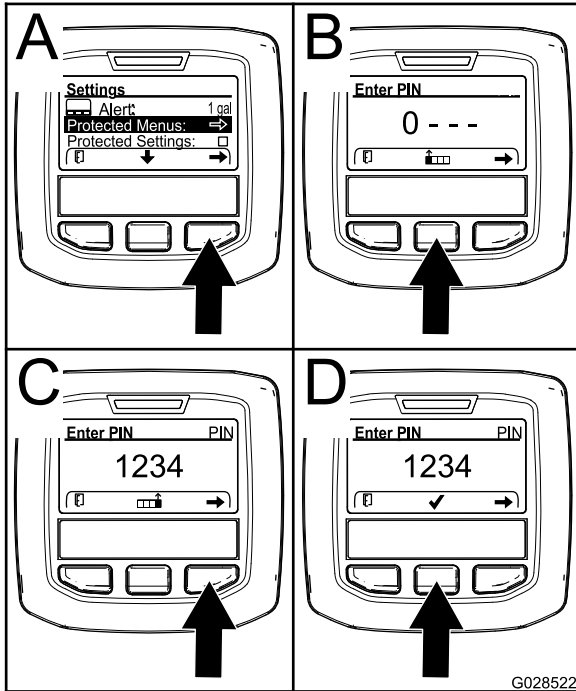

Figura 16
- No menu de DEFINIÇÕES, utilize o botão central para ir até ao menu PROTEGIDO e prima o botão direito (Figura 16).